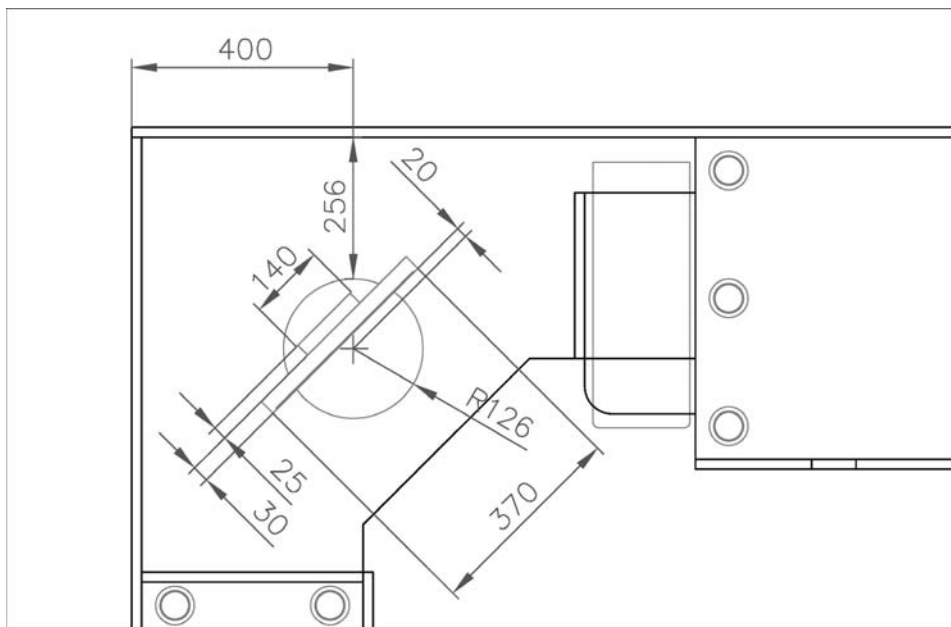
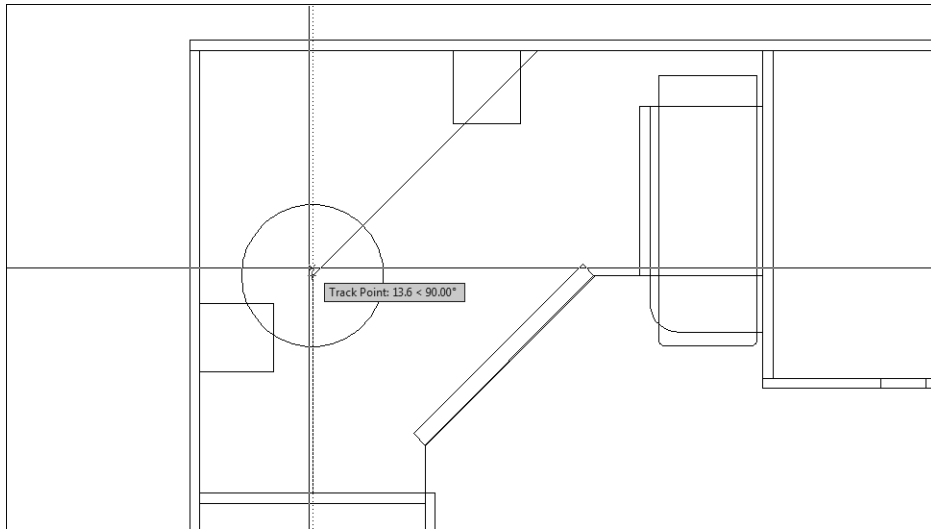

Рис. 5.15. Основные размеры дисплея
Рис. 5.17. Задание направления в режиме Temporary Track Point с привязкой базовой точки к центру окружности
Теперь вам предстоит создать на чертеже изображение дисплея. Как видно из рис. 5.1 и 5.15 (некоторые элементы чертежа на рис. 5.15 не показаны), на виде сверху чертеж дисплея представляет собой две дуги и три прямоугольника, развернутых по горизонтали на  $45^\circ$  (один из них, обозначающий углубление до поверхности экрана в корпусе дисплея, слишком мал, чтобы обозначить его на рис. 5.15).
3. Поскольку нам известен радиус окружности (126 мм, см. рис. 5.15), выберите из меню Draw команду Draw⇒Circle⇒Center, Radius (Рисование⇒Круг⇒Центр, радиус). AutoCAD предложит в командном окне задать координаты центра окружности. Поскольку, как было сказано выше, мы пока не можем привязаться к нужной нам точке, выберите произвольную точку на чертеже (например, включите режим привязки Endpoint (Конточка) и выберите точку пересечения угловой и прямолинейной частей полки шириной 200 мм).
4. Переместите указатель-перекрестие вверх. Как только AutoCAD распознает направление (рис. 5.17), введите в командном окне 20, поскольку прямоугольник, представляющий корпус дисплея, находится над центром окружности выше на 20 мм (см. рис. 5.15).
5. AutoCAD предложит ввести координаты второй точки. Введите в командном окне @370,30 (см. рис. 5.15). На чертеже появится прямоугольник, а команда RECTANG (ПРЯМОУГОЛЬНИК) автоматически завершится.
8. В ответ на приглашение задать координаты второй точки введите @140,25 (см. рис. 5.15). Второй прямоугольник будет начерчен, а выполнение команды RECTANG снова автоматически завершится.
- Повторите пп. 6–8, но в этот раз выберите в режиме привязки Midpoint середину *нижней* линии первого прямоугольника, а в ответ на предложение задать координаты второй точки введите @350,2.5. Созданный прямоугольник не показан на рис. 5.15 из-за своей малой толщины, но он нам понадобится впоследствии, поскольку он представляет на чертеже экран дисплея.
Нам осталось лишь переместить чертеж дисплея в точку, соответствующую рис. 5.15, развернуть его на нужный угол и преобразовать окружность в две дуги. Труднее всего решить первую задачу, но мы пойдем по пути наименьшего сопротивления, не прибегая к сложным расчетам.
1. Руководствуясь рис. 5.15, сместите левую вертикальную линию контура левой боковой стенки рабочей зоны вправо на 400 мм, а нижнюю горизонтальную линию контура задней стенки рабочей зоны — вниз на 256 мм.
На следующем этапе разработки чертежа нижней части рабочей зоны займемся созданием чертежей декоративных цилиндрических опор, находящихся на большой и малой тумбах, а также основной опоры (см. рис. 4.1-4.2, 5.1-5.2). На рис. 5.27 приведены размеры опор, а также расстояния между их центрами и характерными точками чертежа (ряд элементов, как и на рис. 5.15, не показан, чтобы не загромождать чертеж).